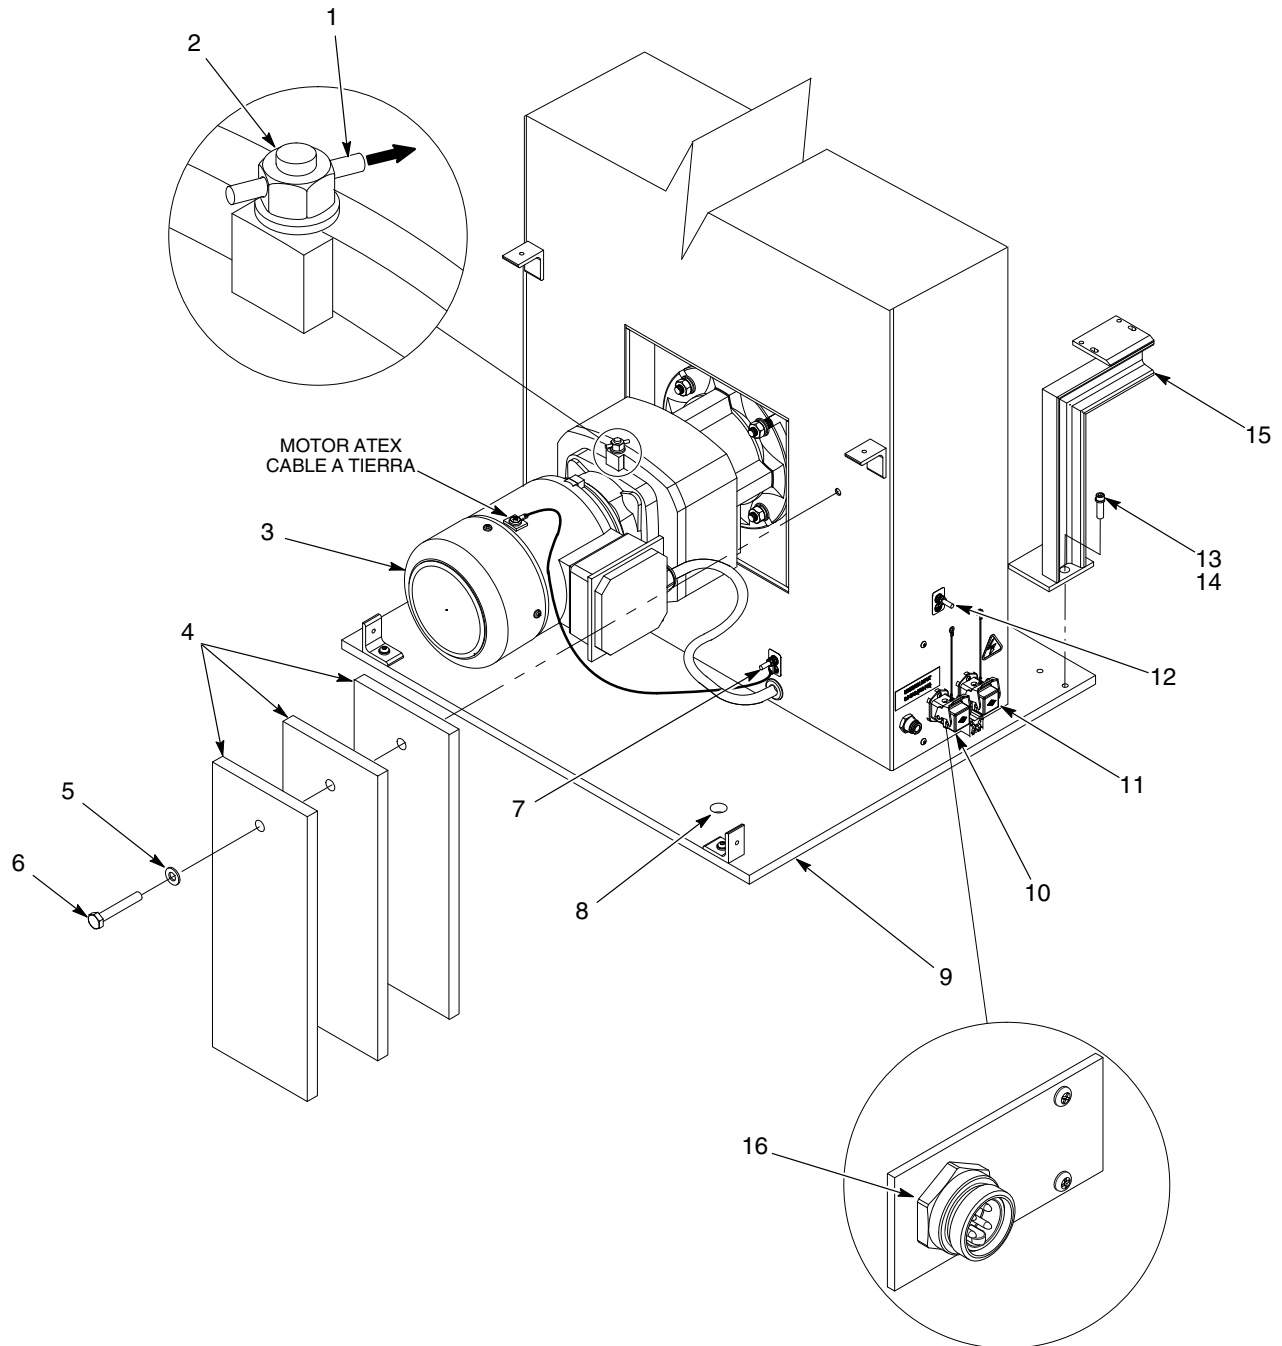

Figura 3 Instalación
- b. Ver la figura 3. Instalar los contrapesos (4) en el oscilador utilizando el tornillo y (6) las arandelas de bloqueo (5). Apretar bien el tornillo.
2. En caso de montar el oscilador en el suelo o en un soporte fijo, utilizar los cuatro orificios de montaje existentes (8). En caso necesario, hacer nuevos orificios en la base o en el suelo. Emplear pasadores de tamaño adecuado para fijar el oscilador.
Ver la figura 3. Conectar el oscilador a una buena toma de tierra utilizando el pilar de tierra (6). Comprobar la puesta a tierra y asegurarse de que cumple con los requerimientos de los códigos locales.
- a. Ver la figura 3. Conectar el cable de alimentación desde el controlador de sistema hasta el conector (10).